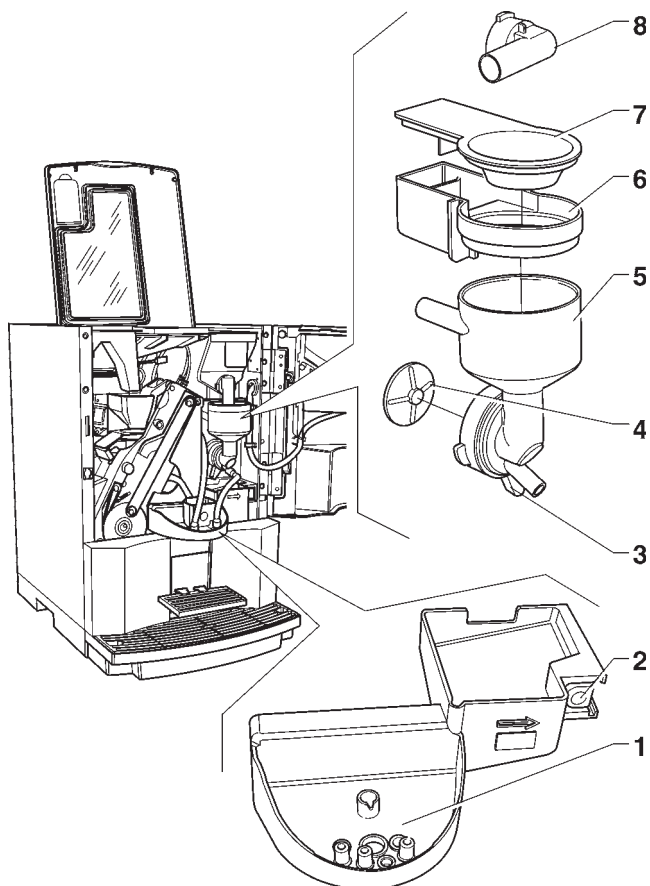

Fig. 25
- Enlever des mixers les convoyeurs, les entonnoirs des poudres et les entonnoirs de l'eau, les tiroirs des poudres et les rotors des mixers (voir fig. 25) ;